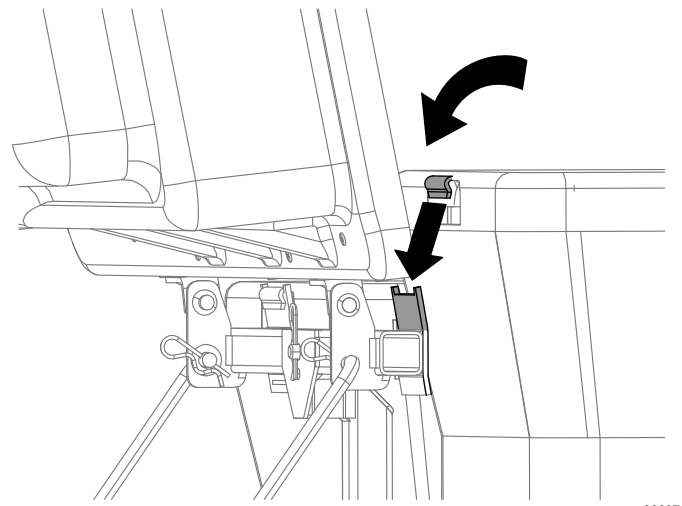

図 14
4. バガートップを持ち上げ、バッグフレームのフックをリテーナブラケットにセットしてバッグを取り付ける 図 14。